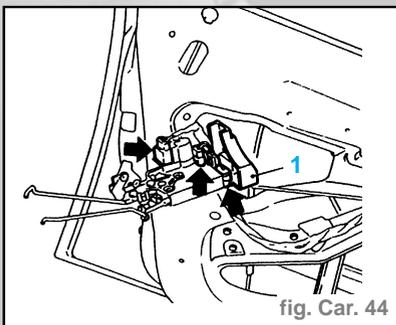

fig. Car. 44
- Déposer la gâche, déboîter la gouttière (1) (présente uniquement sur les versions HL), débrancher les connecteurs indiqués par les flèches et la tringle de commande d'ouverture de porte (fig. Car. 44).